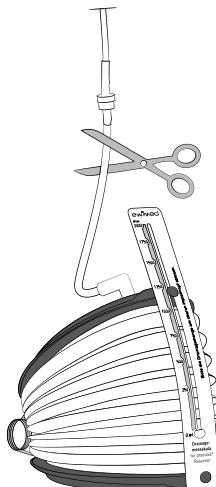

Fig. 1
- Tagliare ora il tubo sotto la valvola di ritegno\* (Fig. 1). Smaltire il pezzo tagliato del tubo con un morsetto e il perno di inserimento. Se necessario, utilizzare il panno preparato. Per smaltire il fluido nel serbatoio attraverso la toilette, posizionare il sistema del tubo flessibile in modo tale che l'apertura del tubo sopra la toilette sia rivolta verso il basso.